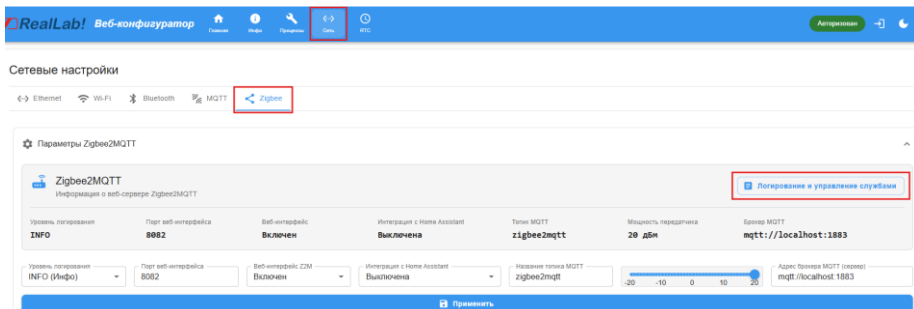

Рис. 3.13. Сравнение способов использования Zigbee
2. Переходим в раздел “Сеть” и во вкладку “Zigbee”, нажимаем на кнопку “Логирование и управление службами” (рис. 3.13).